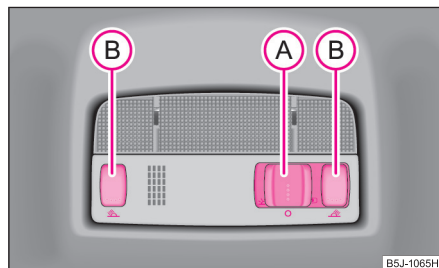

Abb. 1 Dachhimmelleuchte hinten
Die Innenbeleuchtung hinten ⇒ Abb. 1 wird durch Verschieben des Schalters zum Symbol ☰, ☱ oder in die Mittelstellung O betätigt.
- Drücken Sie den Schalter (A) nach links, es erscheint das Symbol ☱ ⇒ Abb. 1.
- Drücken Sie auf einen der Schalter (B) ⇒ Abb. 1, um die rechte oder linke Leseleuchte ein- bzw. auszuschalten. ■